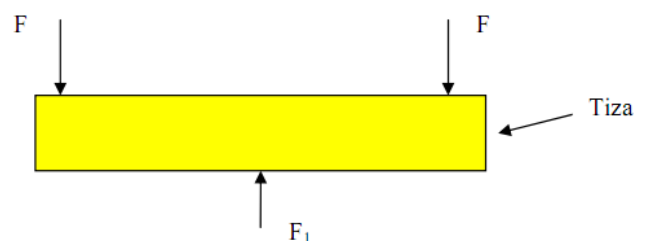

Figura 1
- 1) Tomar la tiza con ambas manos y tratar de flexionarla, aplicando con los dedos pulgares una fuerza hacia arriba en el centro (F_1) y con el resto de los dedos fuerzas hacia abajo en los extremos (F), como está indicado en la figura 1.